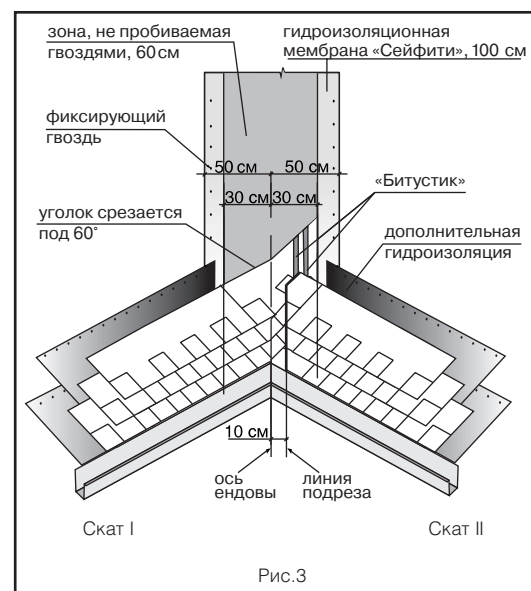

Рис.3
- на прилегающем скате (II) вдоль оси ендовы на расстоянии 30 см от нее отбивается линия;
- лист, подходящий к ендове со ската II, должен доходить до линии подрезки и обрезаться по ней. Верхний уголок обрезанного края листа подрезается под углом 60° (5 x 3 см – рис. 3);